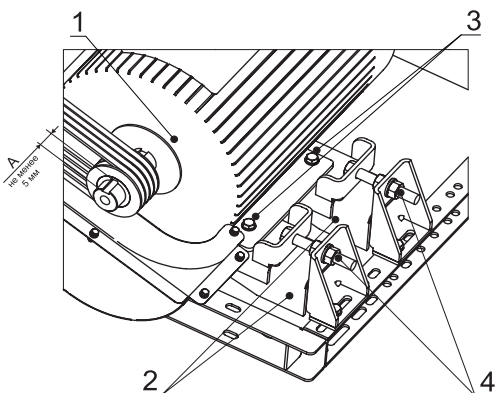

Рисунок 3. Натяжение ремня вентилятора
Натяжение ремней (рис. 3) регулируется перемещением электродвигателя (1) вдоль направляющей (2). Для этого нужно: ослабить затяжку болтовых креплений (3) электродвигателя к направляющей (2) и стопорные гайки натяжных болтов (4); переместить его поочередным закручиванием гаек натяжных болтов (4), добиться выравнивания ведомого и ведущего шкивов (см. «Выверка валов вентилятора и электродвигателя»); затянуть болтовое соединение (3). После выполнения всех операций затянуть стопорные гайки натяжных болтов (4).
Шкивы устанавливаются на вал через коническую втулку, которая посажена в сопрягающуюся конусную расточку в шкиве. Чтобы установить, вставьте втулку в шкив. Совместите отверстия (не резьбовые) и надвиньте весь узел на вал. Установите винты. Сцентрируйте шкивы и затяните винты. При этом размер (А) см.рис.3, от торца втулки до торца вала должен быть не менее 5 мм.